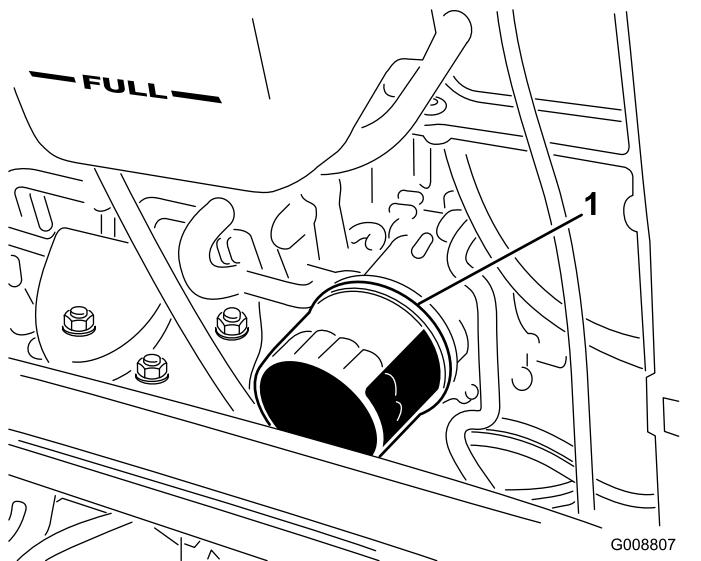

Bild 78
- Entfernen Sie den Ölfilter (Bild 78).